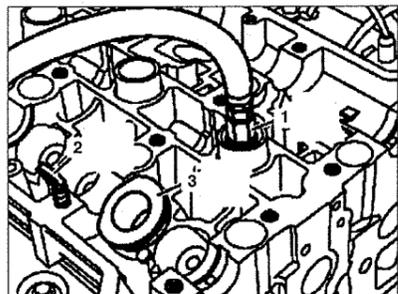

Рис. 2.37. Вставьте переходник 1 в отверстие под свечу зажигания и подайте давление воздуха в камеру сгорания (минимум 5 бар).
1. Вставьте переходник 1 в отверстие под свечу зажигания и подайте давление воздуха в камеру сгорания (минимум 5 бар), только при условии, что головка блока цилиндров установлена на блоке цилиндров (см.рис. 2.37).